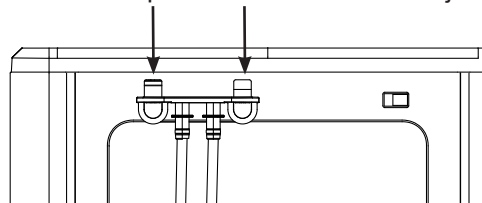

Figura 8
16. Reemplace las tuberías de desagüe en la parte trasera. Consulte la figura 8.